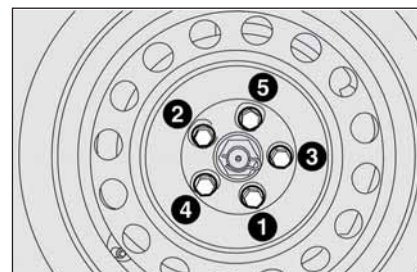

fig. 9
- ☐ utilizando la llave en dotación, apriete a fondo los tornillos, pasando alternativamente de un tornillo al otro diametralmente opuesto, siguiendo el orden numérico ilustrado en la figura **fig. 9**.